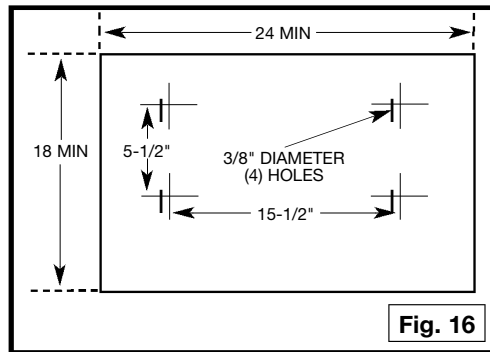

Fig. 16
- Una alternativa para afianzar la lijadora a la superficie de apoyo es la de afianzar la base de la lijadora a una tabla de montaje con tamaño mínimo de 18 x 24 pulgadas. El diagrama que aparece en la Fig. 16 ilustra el tamaño y la distancia de centro a centro de los agujeros a taladrarse en la tabla de montaje.